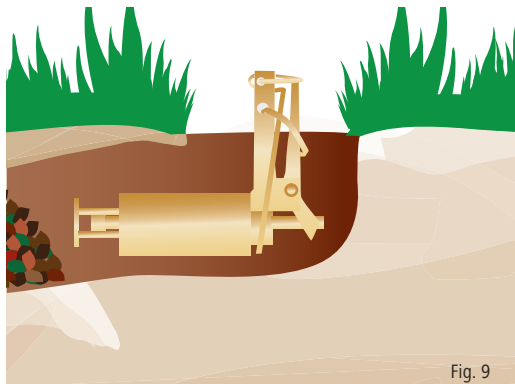

Fig. 9
6. Meta el aparato en el camino de los topillos (véase fig. 9).